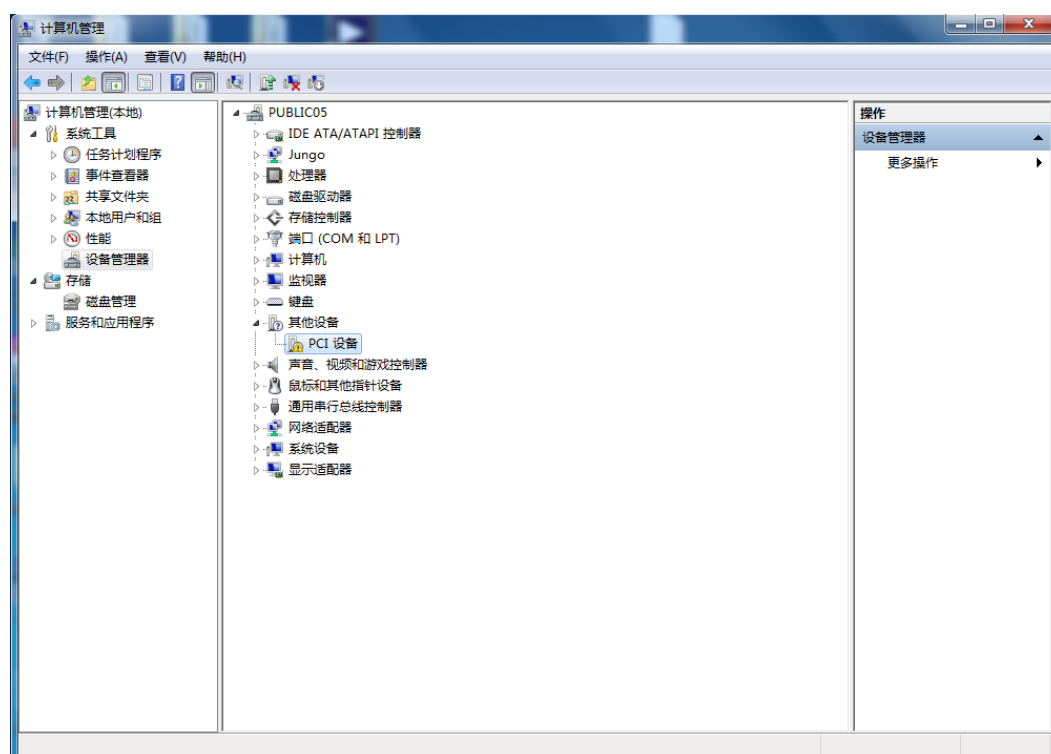

图 2-11 运动控制卡驱动程序安装界面 1
(1) 在硬件安装好，启动计算机后，进入计算机设备管理器界面，Windows 将自动检测到运动控制器（PCI 设备），如图 2-11 所示。